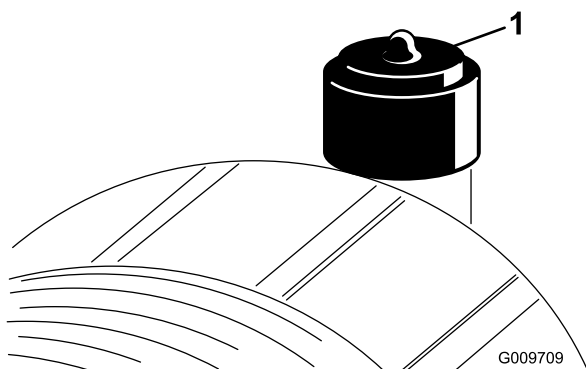

Figura 27
Revise el filtro del limpiador de aire únicamente cuando el indicador de mantenimiento (Figura 27) lo requiera. El cambiar el filtro antes de que sea necesario sólo aumenta la posibilidad de que entre suciedad en el motor al retirar el filtro.
6. Reinicie el indicador (Figura 27) si se ve rojo.